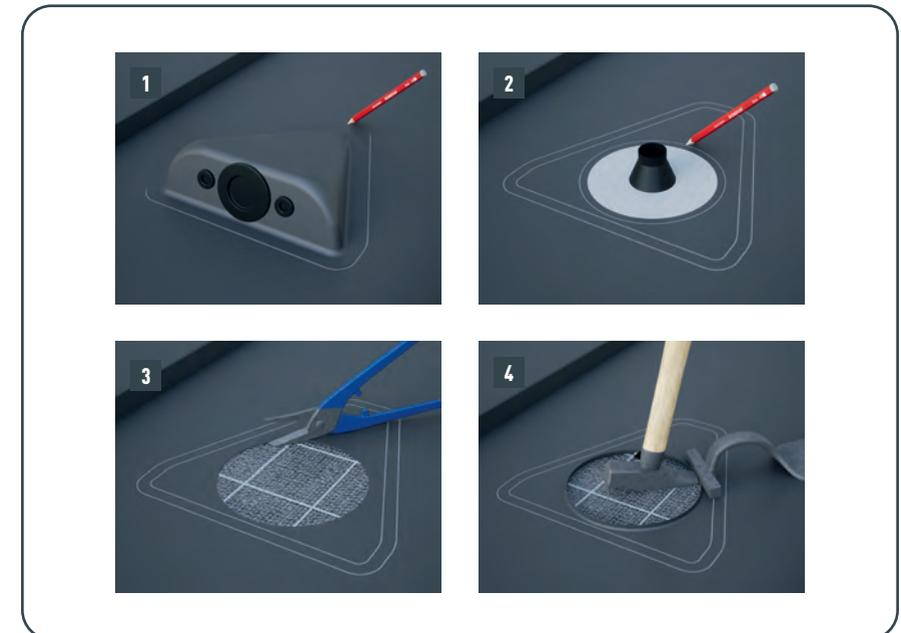

Abbildung 9 • Montage der PREFA Solarluke
- Über den Solarmodulen kann als Schutz für die Verkabelung ein Schneefangsystem angeordnet werden (Bild 9). Der Schneeschutz der gesamten Dachfläche ist gesondert zu betrachten!
- Spezialkleber umlaufend auftragen. (Bild 9)